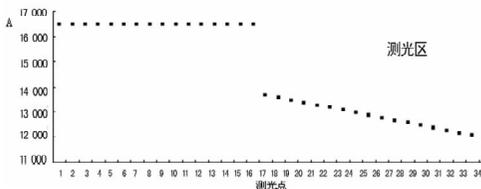

图 2 正常反应曲线
3.3 经过用生理盐水稀释 10 倍后重新测定,作者得到了真实结果。如图 2 所示:正确的反应曲线应该是 ALT 的浓度在试剂允许的测量线性范围内,其在测光区准确地处在零级反应区内,反应曲线有明显的线性下降趋势,所测得的结果就是可靠的。